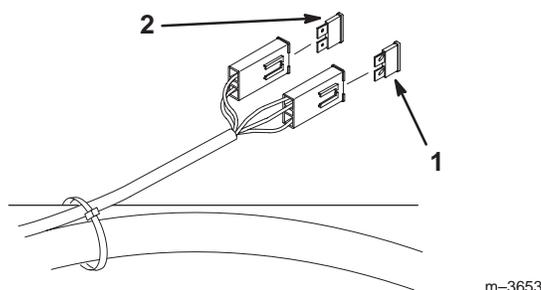

Figure 65
2. Pour remplacer un fusible, tirez dessus pour l'enlever (Fig. 65).